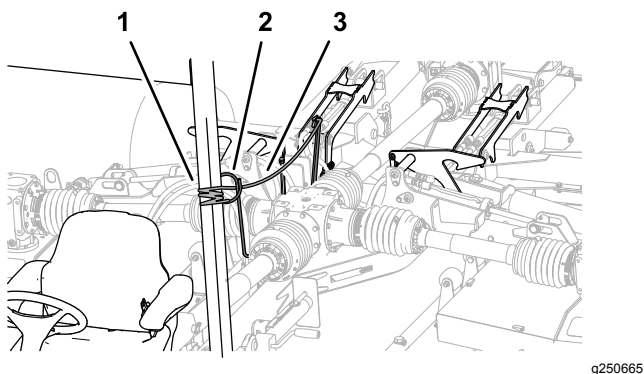

Рисунок 28
1. Проложите трос фиксаторов дек от направляющей шланга в сторону сиденья оператора (Рисунок 28).
2. Привяжите трос к неподвижному компоненту ходовой части буксирного автомобиля, например к трубе конструкции ROPS (Рисунок 28).